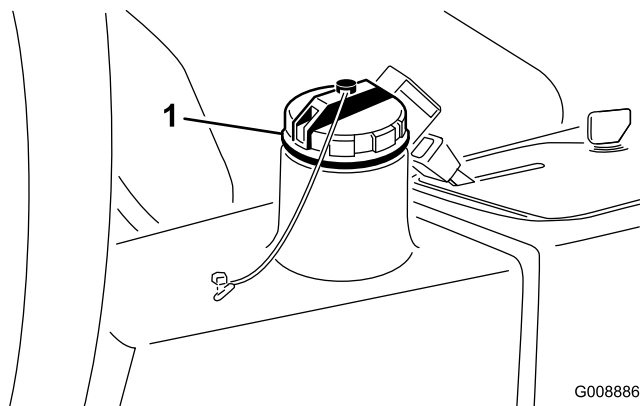

図 40
2. 油圧オイルタンクの注油口周辺をきれいに拭き、キャップ（図 40）を外す。